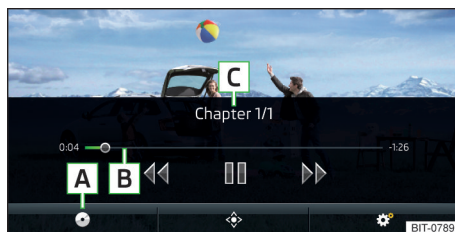

Fig. 183
#### Menú princ. » fig. 183
Avance/retroceso del vídeo al momento deseado	Pulsar el eje del tiempo de reproducción B » <a href="#">fig. 183 de la pág. 161</a>
- Para **visualizar** el menú del DVD en el menú principal *Video-DVD*, pulsar la superficie funcional ◆ » fig. 183 de la pág. 161.